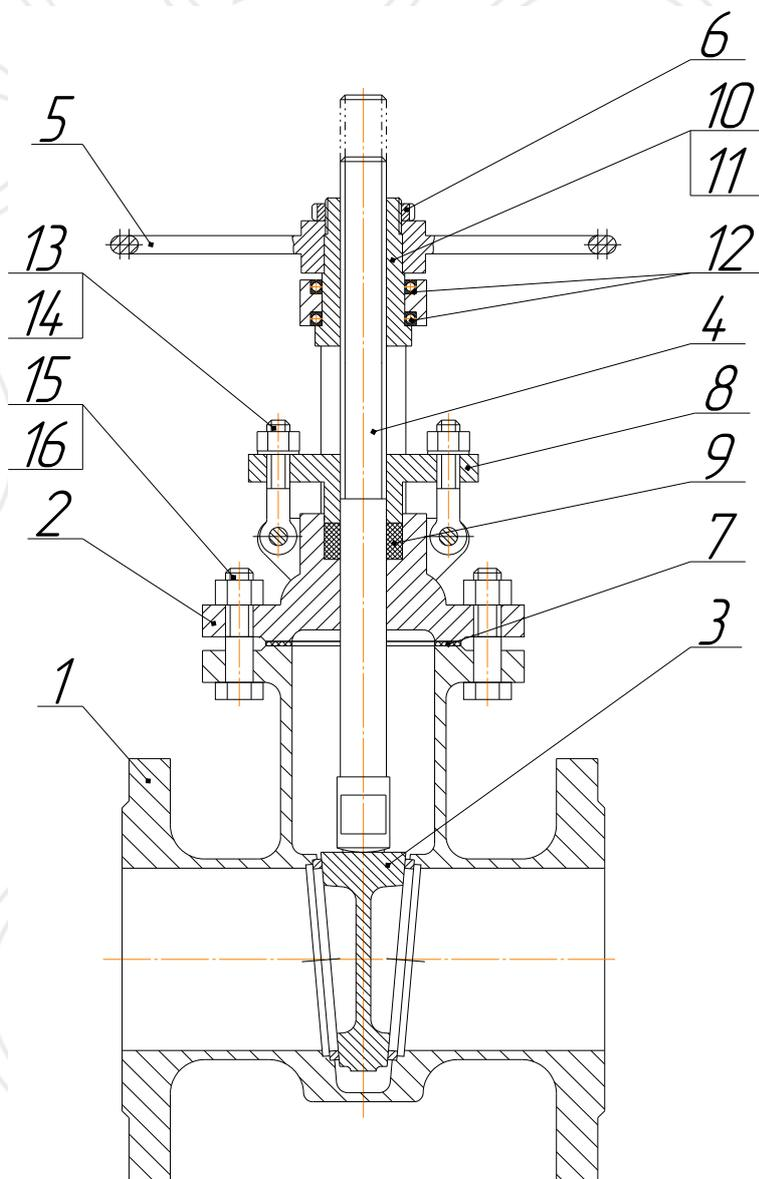

Рисунок 5
3.4.2 Полную разборку задвижки (см. рисунок 5) производить в следующем порядке: